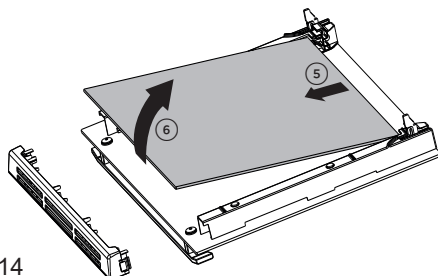

Рис. 4.14
- Аккуратно поднимите и вытащите среднее стекло, освободив его из нижних фиксирующих пазов (рис. 4.14).